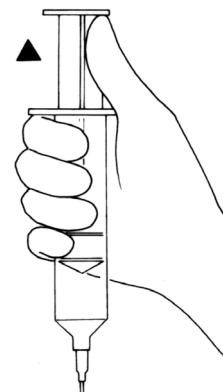

Figura 4-3a. Aspirar ar
5. Aspire quaisquer vestígios de ar que permaneçam no balão até sentir resistência no êmbolo da seringa. (**Figura 4-3a**)